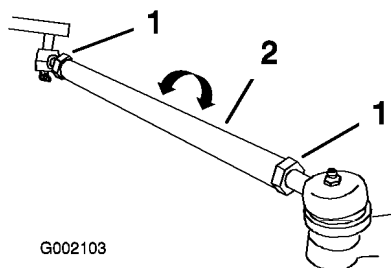

Bild 45
- Lockern Sie die Klemmmuttern an beiden Seiten der Zugstangen (Bild 45), wenn das Maß nicht im angegebenen Bereich liegt (siehe die Abmessungen und Parameter am Anfang dieses Vorgangs).